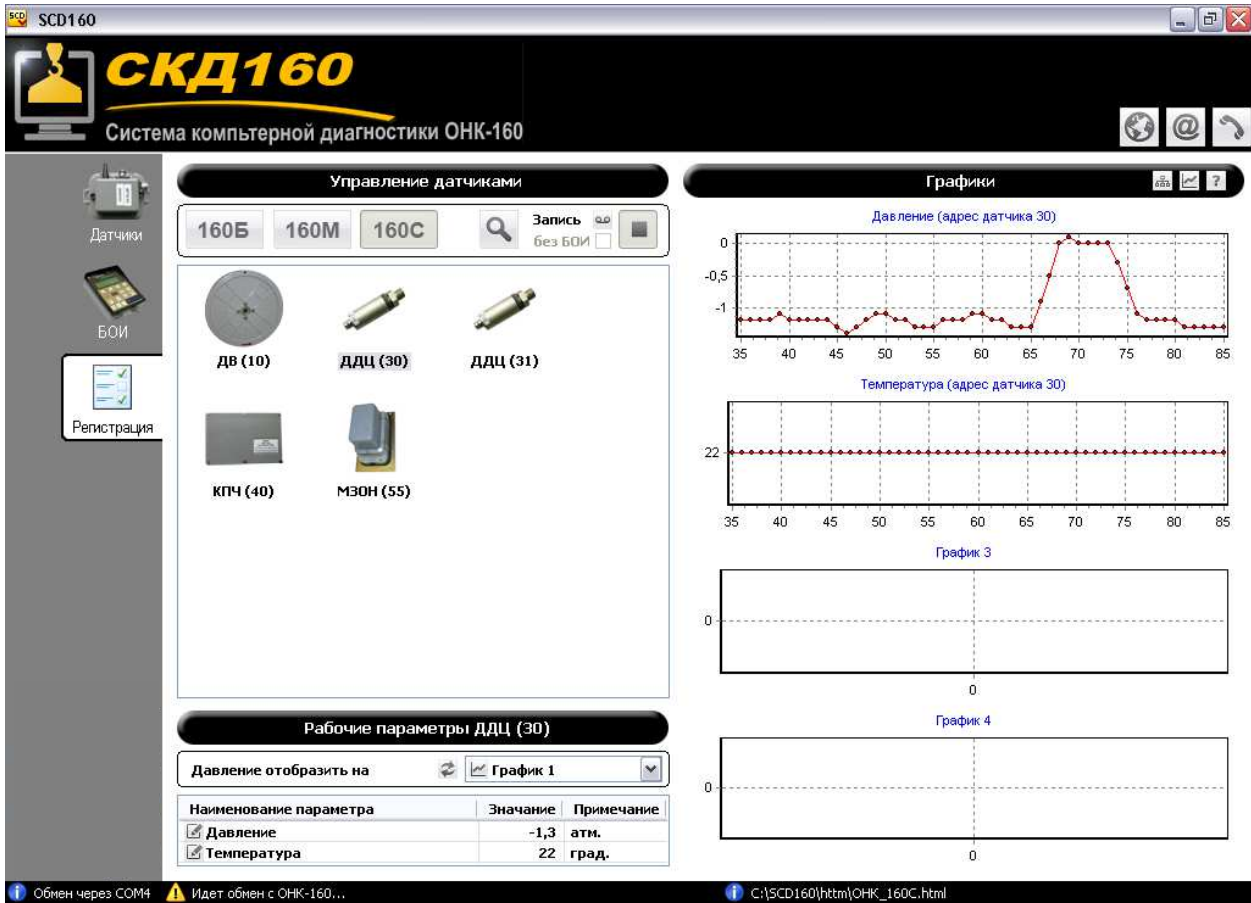

Рисунок 11. Отображение рабочих параметров датчиков на графиках.
– вызов панели «Графики» (Рисунок 11);
10. Для отображения рабочего параметра датчика на одном из графиков необходимо выбрать требуемый параметр в таблице «Рабочие параметры». И задать номер графика . Соответствующему графику будет присвоен новый заголовок и будет выводиться изменение значения параметра (Рисунок 11).